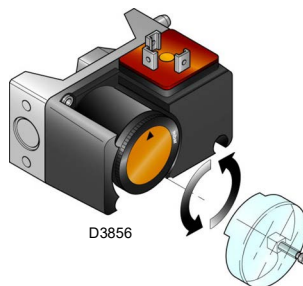

Abb. 23
- Regeln Sie den Maximal-Gasdruckwächter (Abb. 23) auf das Skalende.